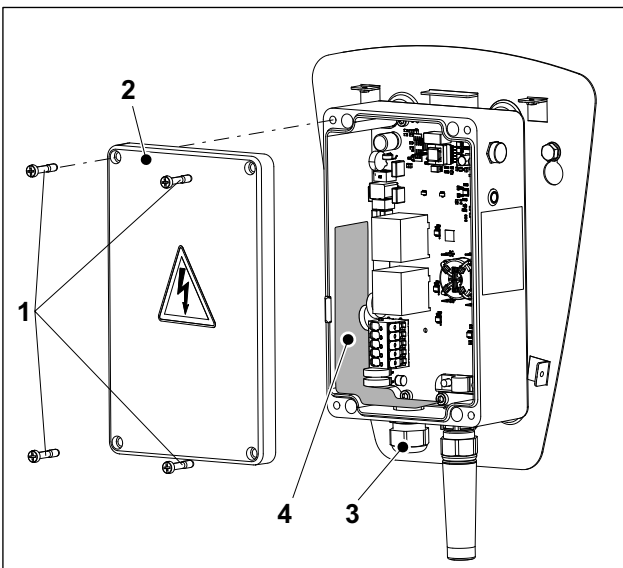

Fig. 4 Heidelberg Wallbox Home Eco, alloggiamento dell'elettronica aperto
1. Svitare le quattro viti (fig. 4/1) e togliere il coperchio dell'alloggiamento dell'elettronica (fig. 4/2).
2. Avvitare il passacavo filettato ESKV25 (accessorio accluso) con il relativo anello di guarnizione EADR25 (accessorio accluso) nell'alloggiamento dell'elettronica (fig. 4/3) e serrare a fondo (circa 8 Nm).
5. Osservare gli avvisi riportati sull'adesivo (fig. 4/4) e applicare l'adesivo sul passacavo.
9. Applicare il coperchio dell'alloggiamento dell'elettronica (fig. 4/2) e serrare a fondo le quattro viti (2,5 Nm).